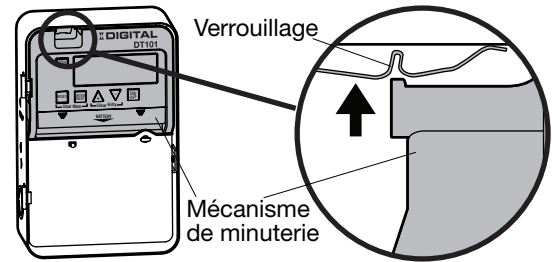

FIG. 1 Retrait du mécanisme
1. Retirez le mécanisme du boîtier en enfonceant le verrouillage en haut du boîtier et en le retirant, tel qu'illustré dans la FIG. 1.